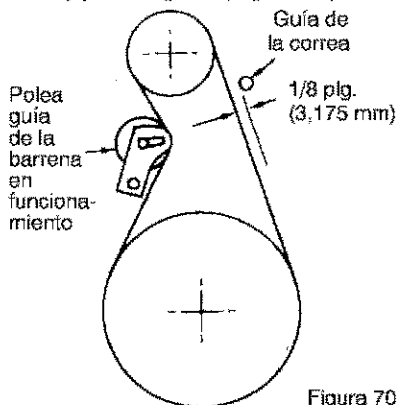

Figura 70
3. Mida la distancia entre la guía de la correa y la correa. La distancia debe ser de 1/8 de pulgada (3,175 mm) para la guía. (Figura 70).